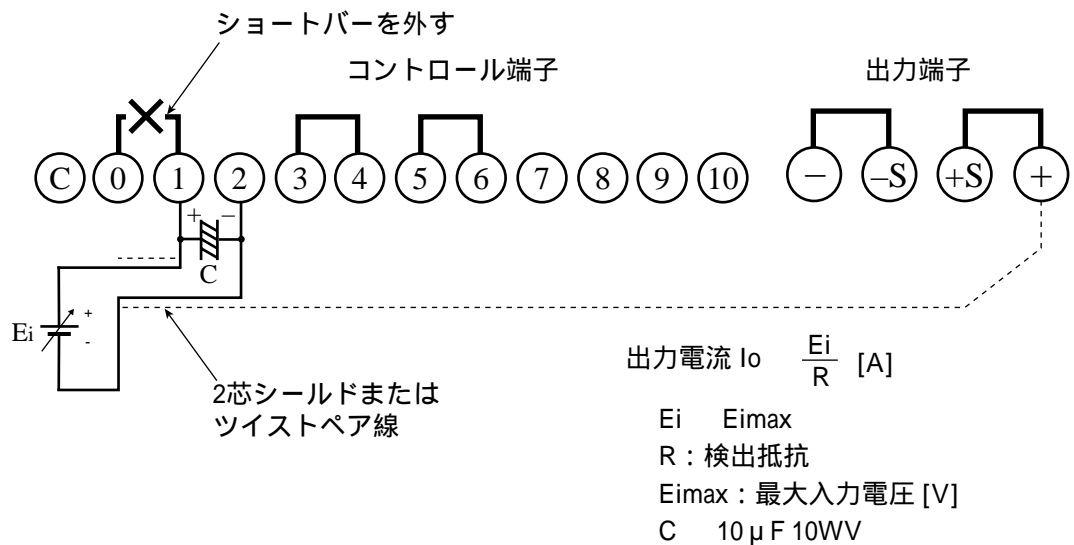

図 4-13 外部電圧による出力電流コントロールの接続
6. 図 4-13 のようにコントロール端子の 0 と 1 間のショートバーを外します。
7. コントロール端子の 1 番と 2 端子間に外部電圧源 (Ei) とコンデンサ (C) を図 4-13 のように接続します。